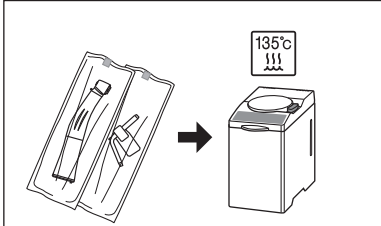

図19
- 滅菌バッグに入れ、封をします。（図19）
- 135℃までの温度でオートクレーブ滅菌を行います。（図19）